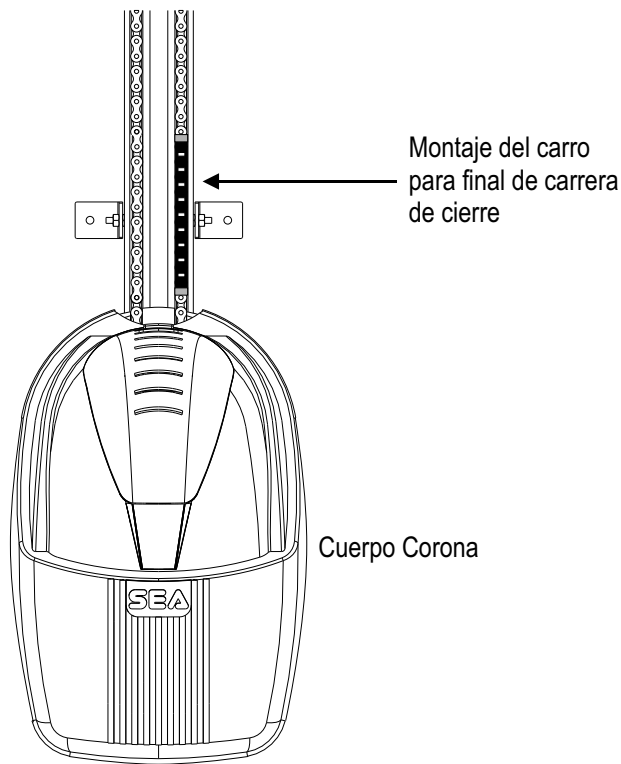

Fig. 18b
- Fije el carro de final de carrera (Fig. 17) lo más cerca posible del cuerpo del Corona, cerca de la rueda del interruptor, tal y como muestra la Fig. 18b